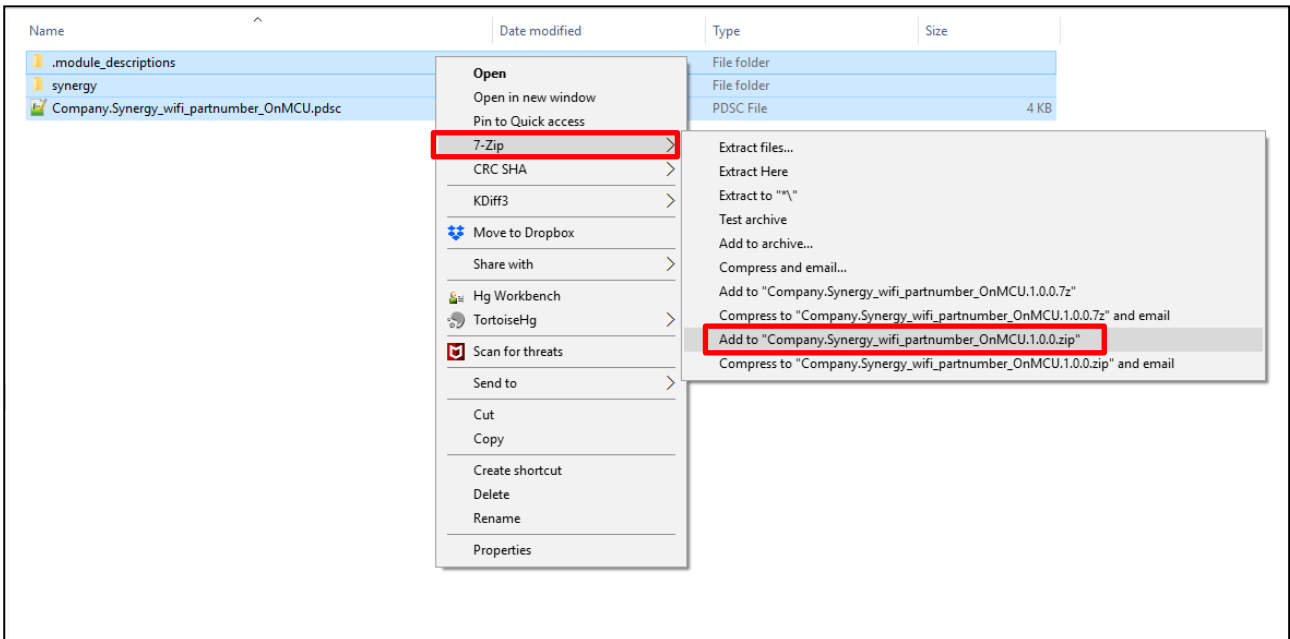

図 12 パックファイルの作成
- 図 12 に示すように、パック内に格納しようとするすべてのフォルダとファイルを選択します。